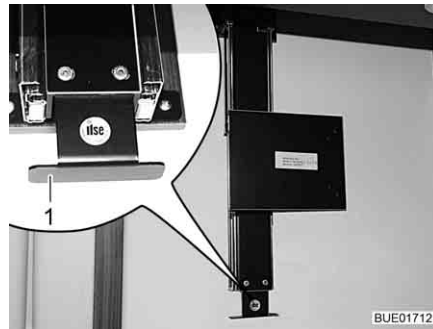

Fig. 64 Soporte atrás de armario de pared
- Tirar el dispositivo de extracción por el tirador (Fig. 64,1) hacia abajo, hasta el tope.